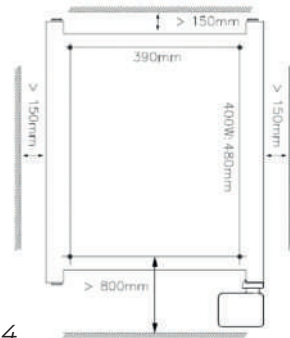

Figure 4
2. Placez l'appareil avec une distance minimale (Figure 4) de